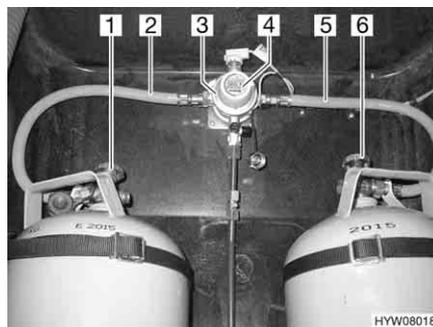
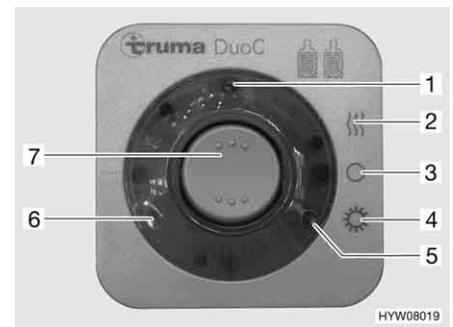

Fig. 87 Impianto di commutazione DuoControl
Fig. 88 Centralina di controllo
L'impianto di commutazione DuoControl è costituito da una valvola di commutazione (Fig. 87,3) e da una centralina di controllo (Fig. 88). La valvola di commutazione è installata tra i tubi del gas (Fig. 87,2 e 5). Con la manopola
(Fig. 87,4) sulla valvola di commutazione è possibile stabilire, quale delle bombole del gas viene utilizzata come bombola in uso e quale bombola del gas viene utilizzata come bombola di riserva.
Sulla centralina di controllo (Fig. 88) possono venire azionate solo le funzioni elettriche. Le valvole principali di arresto delle bombole del gas (Fig. 87, 1 e 6) devono essere aperti manualmente.
La valvola di commutazione garantisce una pressione del gas costante, indipendentemente da quale bombola provenga l'alimentazione del gas. Le due spie di controllo sulla centralina di controllo indicano il livello di riempimento della bombola in uso. Se è accesa la spia di controllo verde (Fig. 88,6), la bombola in uso è piena. Se è accesa la spia di controllo rossa (Fig. 88,5), la bombola in uso è vuota. Il rifornimento di gas avviene poi tramite la bombola di riserva.
- Aprire le valvole principali di arresto delle bombole del gas (Fig. 87,1 e 6).
- Con la manopola (Fig. 87,4) sulla valvola di commutazione (Fig. 87,3) selezionare la bombola del gas, da cui proviene la principale alimentazione del gas (bombola in uso).
- Sulla centralina di controllo (Fig. 88) attivare l'impianto di commutazione DuoControl.
Posizionare l'interruttore a bilico (Fig. 88,7) su funzionamento invernale "On e riscaldamento" (Fig. 88,2) oppure su funzionamento estivo "On" (Fig. 88,4). La valvola di commutazione è ora disareata. La spia di controllo gialla (Fig. 88,1) è accesa, se si seleziona la modalità di funzionamento invernale e l'impianto antighiaccio con regolatore è attivato.
- Portare l'interruttore a bilico (Fig. 88,7) in posizione "O" (Fig. 88,3). La spia gialla di controllo (Fig. 88,1) si spegne.
- Chiudere le valvole principali di arresto delle bombole del gas (Fig. 87,1 e 6).
Le spie di controllo sulla centralina di controllo (Fig. 88,5 e 6) segnalano all'interno del veicolo, se la bombola in uso è pronta al funzionamento.
Se la spia di controllo verde (Fig. 88,6) si spegne durante il funzionamento e la spia di controllo rossa (Fig. 88,5) si accende, significa che la bombola del gas selezionata come bombola in uso è vuota e deve essere sostituita. La bombola di riserva continua ad alimentare le utenze a gas.